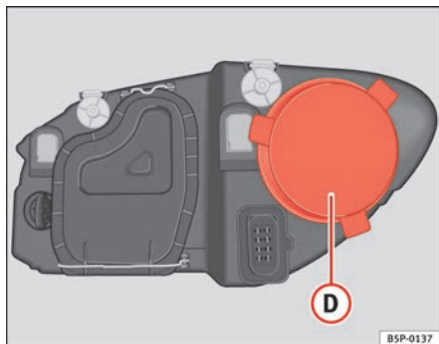

Fig. 191 Luz de población
- Retire la tapa ⇒ fig. 191 **D** tirando de la misma.